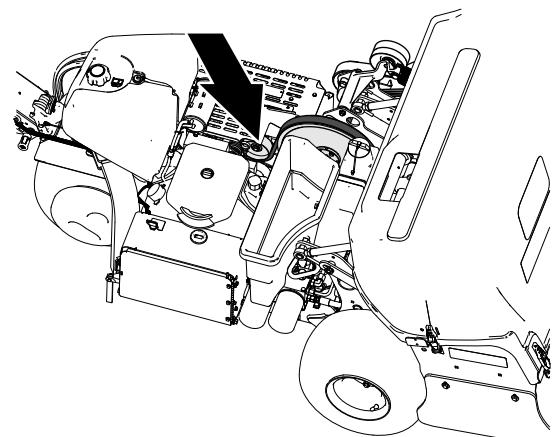

図 165
3. 油圧ポンプベルトのアイドラブーリーを固定しているフランジヘッドキャップスクリュとフランジロックナットをゆるめる。ボルトがアイドラサポートのスロットの中で動くようになればよい図 165。